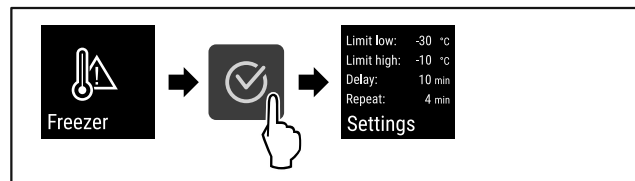

Fig. 102
- ▶ Εκτελέστε τα βήματα ενεργειών (βλέπε Fig. 102) .